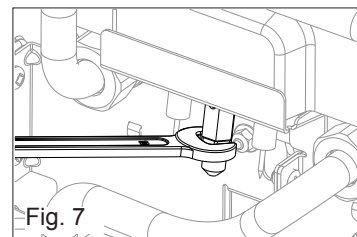

Fig. 7
- Rimuovere l'iniettore pilota (fig. 7)